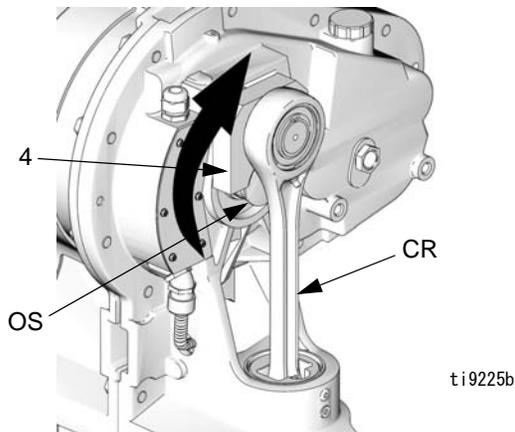

図 7. クランクアームの回転
- 図7を参照してください。クランクアーム(4)を回転させて出力シャフト(0S)から取り外せるようにします。